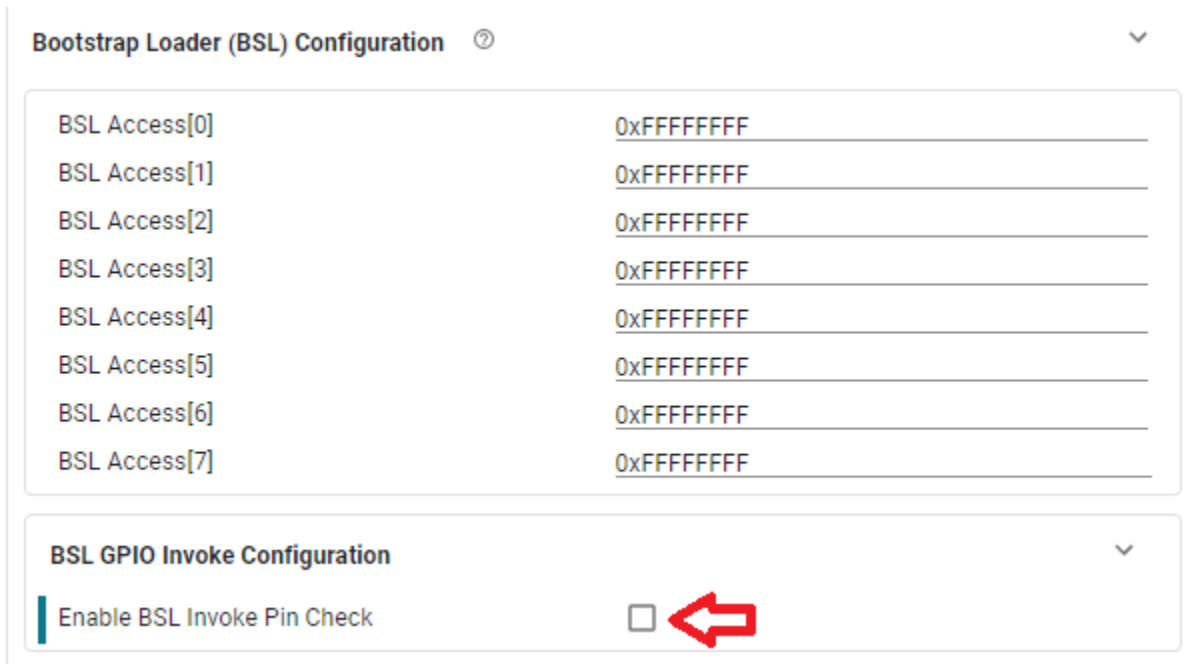
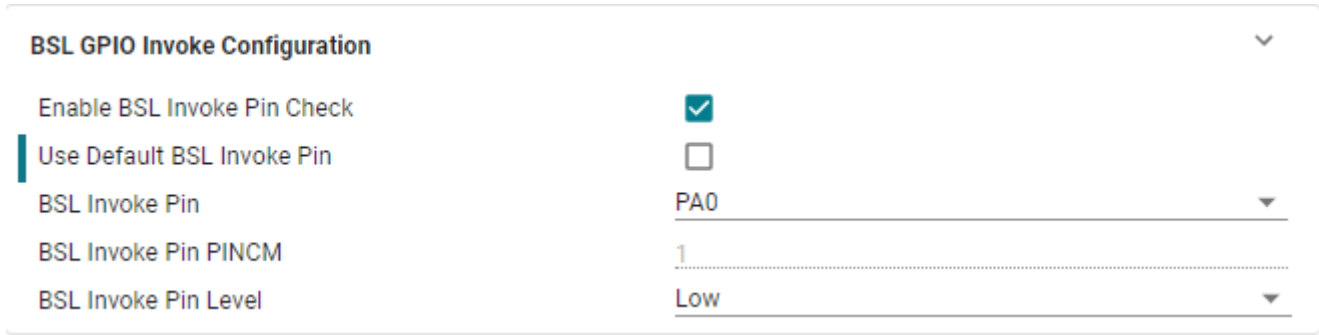

图 3-2. 禁用 PA18 BSL 调用函数
图 3-3. 选择其他引脚作为 BSL 调用
2. 禁用图 3-2 中显示的 PA18 BSL 调用函数，或选择图 3-3 中显示的另一个 BSL 调用引脚。